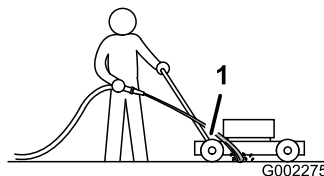

Figura 38
3. Tenete il flessibile da giardino all'altezza della maniglia e indirizzate il getto per terra, davanti alla ruota posteriore destra (Figura 38).